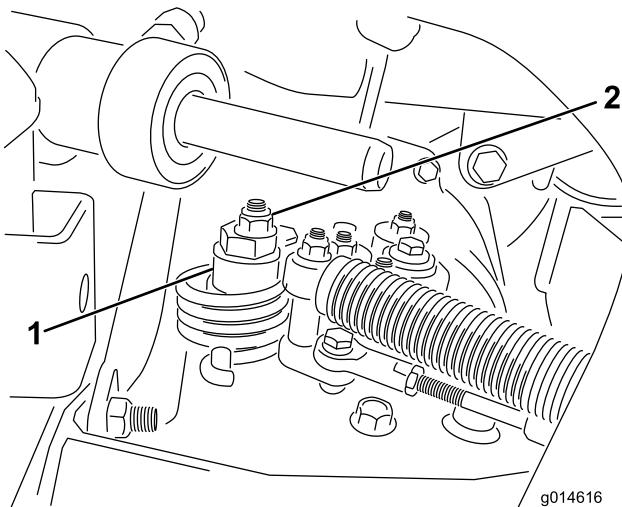

Figure 51
- A. Desserrez l'écrou de fixation de l'excentrique en haut de l'hydrostat (Figure 51).
- C. Tournez l'excentrique jusqu'à ce que la roue ne tourne plus dans aucune direction. Lorsque la route arrête de tourner, serrez l'écrou pour bloquer l'excentrique et le réglage (Figure 51). Vérifiez le réglage avec la commande d'accélérateur en position bas régime, puis haut régime.